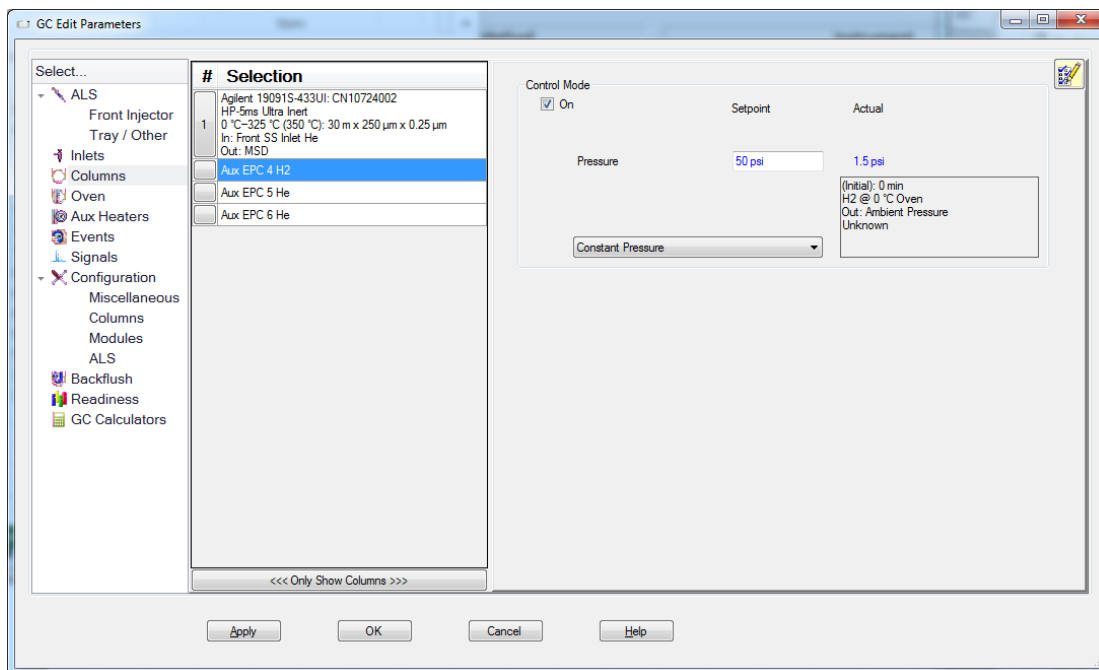

Figura 13 Ajustar la velocidad de flujo del gas de la fuente de iones autolimpiante
- 3 En el área **Selection**, a la izquierda, seleccione **Aux EPC 4 H2**. Consulte la sección Figura 13. Encienda la presión y ajuste a 345 kPa (50 psi) en el modo **Constant Pressure**.
- 3 En el área **Selection**, a la izquierda, seleccione **Aux EPC 4 H2** y apague la presión. (Consulte la sección Figura 13 en la página 88).